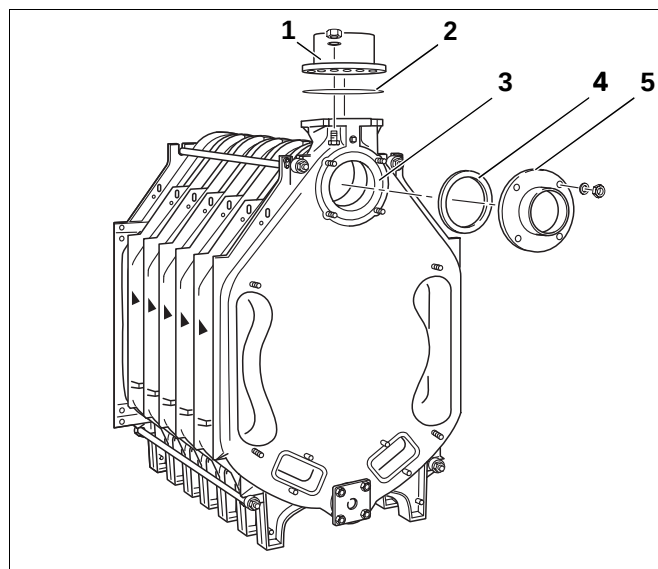

Fig. 25 Montasje – tilkoplingsflenser
- Sveiseflensen (med påsveisede rør) monteres til det øvre kjelnavet (fig. 25, **pos. 3** – returstuss) under den senere tilkoplingen av returen. På tegningen er sveiseflensen og flatpakningen vist (fig. 25, **pos. 4 og 5**).
- Turflensen (fig. 25, **pos. 1**) med flatpakning (fig. 25, **pos. 2**) behøves for den senere tilkoplingen av turledningen.